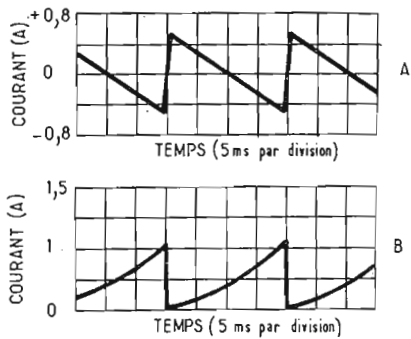

FIG. 6.
En (A), figure 6, on donne la variation du courant de déflexion dans les bobines en fonction du temps. Ce courant varie de 0,5 ampères environ de part et d'autre de zéro, ce